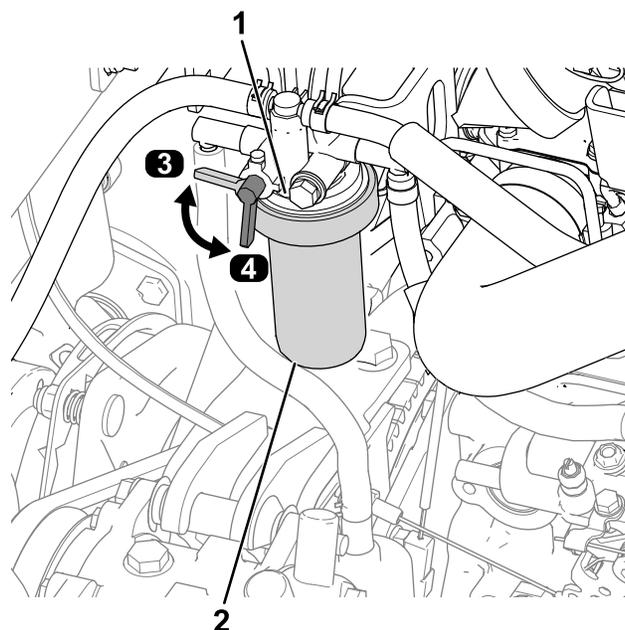

Рисунок 59
1. Переведите рычаг топливного клапана в положение ВЫКЛ (Рисунок 59).
2. Очистите поверхность вокруг головки топливного фильтра (Рисунок 59).
3. Снимите фильтр и очистите монтажную поверхность головки фильтра (Рисунок 59).
6. Переведите рычаг топливного клапана в положение ВКЛ (Рисунок 59).